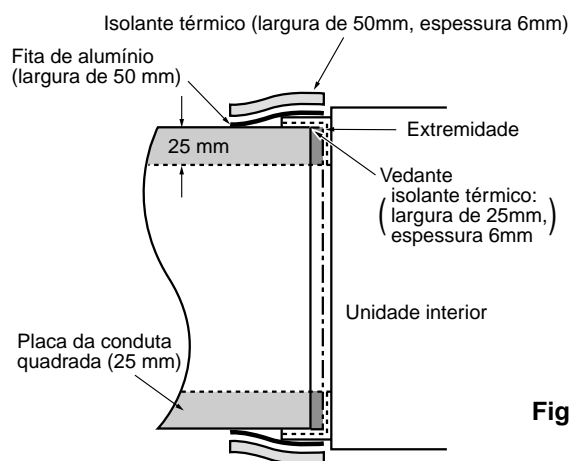

Fig. 3
3. Ligue a manilha e cada tipo de conduta. (Fig. 3)